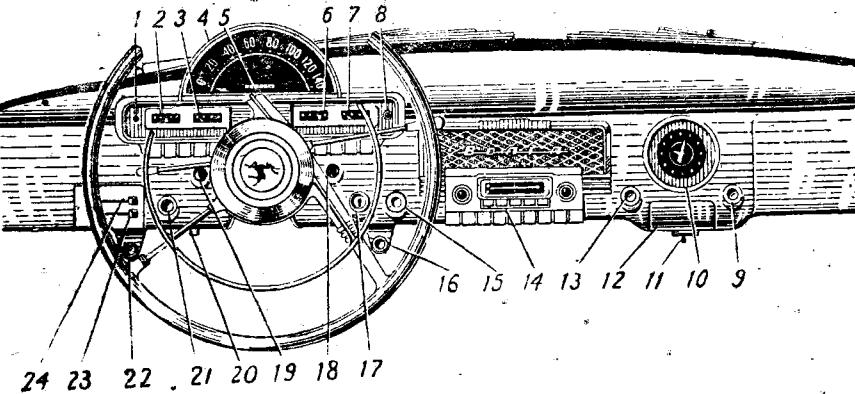

Рис. 4. Панель приборов.
**Рукоятка 24 (рис. 4) воздухопритока и рукоятка 23 заслонки отопления** расположены в левой части панели приборов. Левое крайнее положение «О» рукоятки 24 — наружный люк вентиляции открыт. Правое положение «З» — наружный люк вентиляции закрыт.